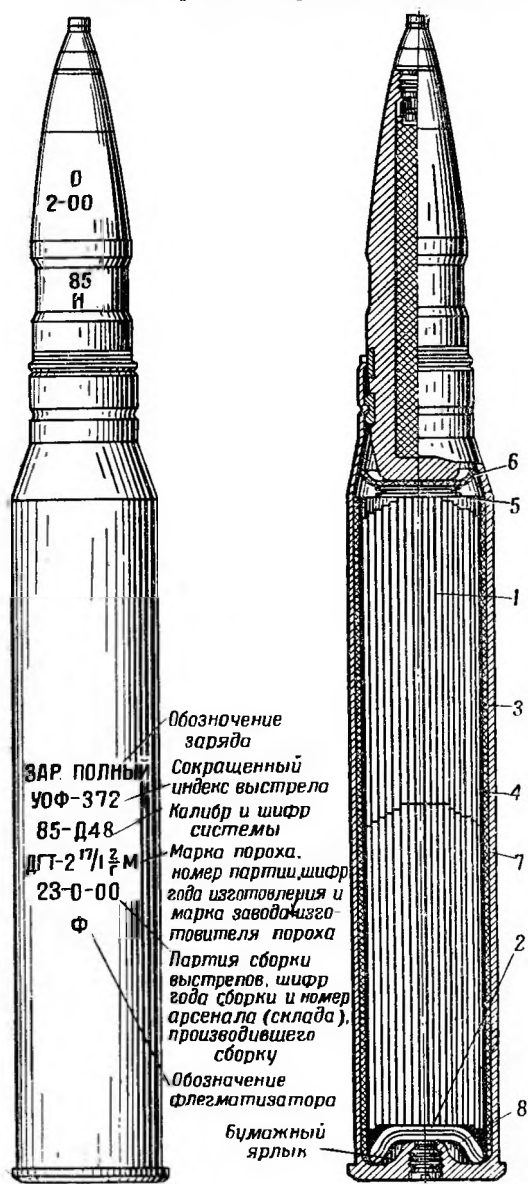
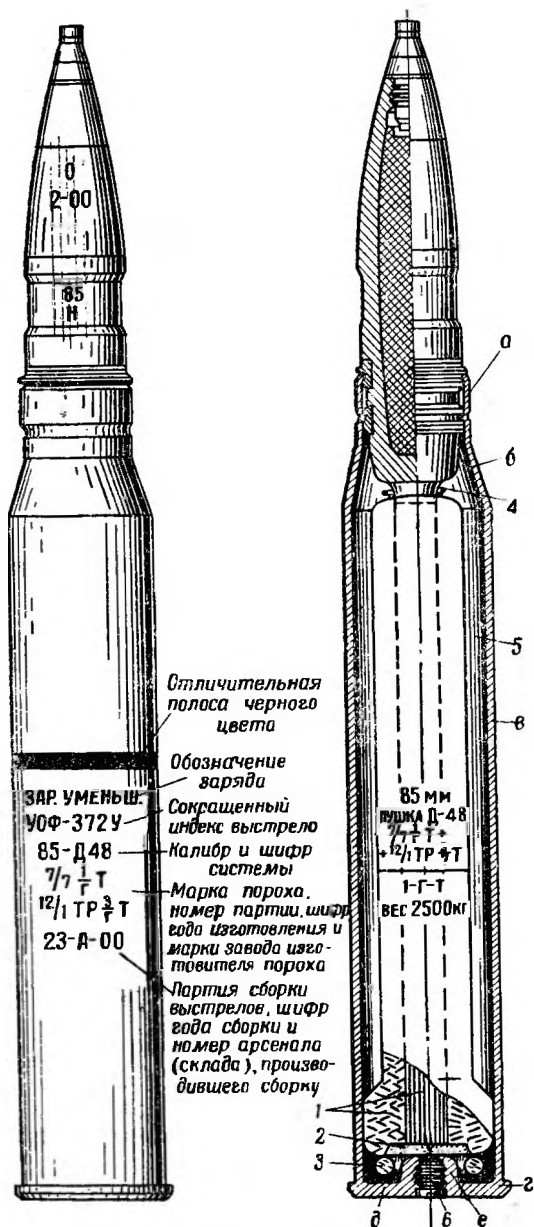
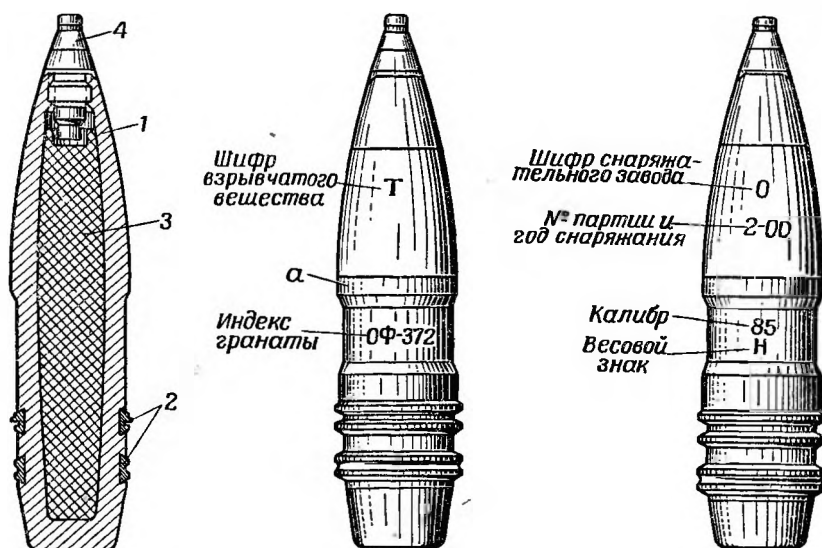

Рис. 85. 85-мм выстрел с осколочно-фугасной гранатой и полным зарядом:
Рис. 86. 85-мм выстрел с осколочно-фугасной гранатой с уменьшенным зарядом:
Рис. 88. Осколково-фугасная граната ОФ-372:
— выстрелы УОФ-372 (рис. 85) с осколочно-фугасными гранатами ОФ-372 (рис. 88) и головными ударными взрывателями МГ-Н (рис. 90) (заряд полный);
— выстрелы УОФ-372У (рис. 86) с осколочно-фугасными гранатами ОФ-372 (рис. 88) и головными ударными взрывателями МГ-Н (рис. 90) (заряд уменьшенный).
**Выстрелы** УОФ-372 (рис. 85) с осколочно-фугасными гранатами и полными зарядами и УОФ-372У (рис. 86) с осколочно-фугасными гранатами и уменьшенными зарядами предназначены для стрельбы по живой
**Выстрел УОФ-372** (рис. 85) с осколочно-фугасной гранатой ОФ-372 (рис. 88) состоит из следующих элементов:
— латунной гильзы 7 (рис. 85), в очко которой ввинчена капсюльная втулка 8 (КВ-5);
**Выстрел УОФ-372У** (рис. 86) с осколочно-фугасной гранатой ОФ-372 (рис. 88) имеет уменьшенный комбинированный заряд 1 (рис. 86) без флегматизатора и капсюльную втулку 6 (КВ-13).
- стального корпуса 1 (рис. 88) дальнебойной формы, имеющего камору под разрывной заряд; в головной части корпуса имеется очко с резьбой для ввинчивания взрывателя 4;
Гильза (рис. 86) является одним из элементов унитарного выстрела и предназначена для: